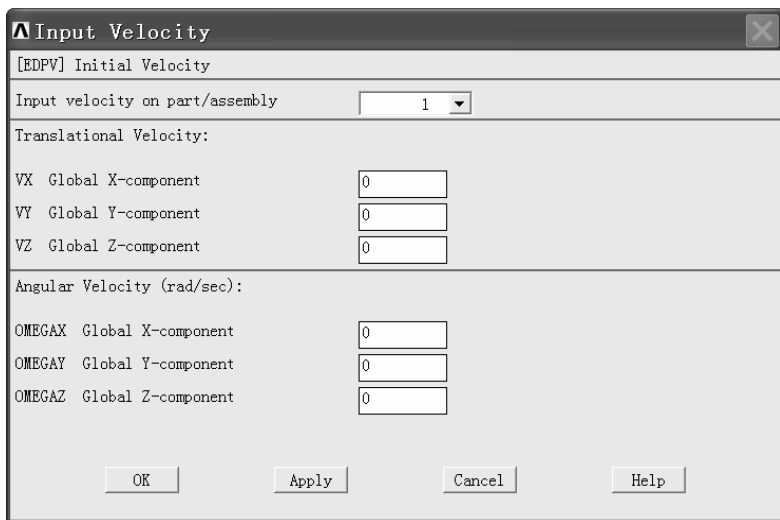

图 4-79 “Input Velocity” 窗口
(1) 依次选择 Main Menu>Preprocessor>LS-DYNA Options>Initial Velocity>On Parts>w/ Nodal Rotate, 弹出“Input Velocity”窗口(见图 4-79)。